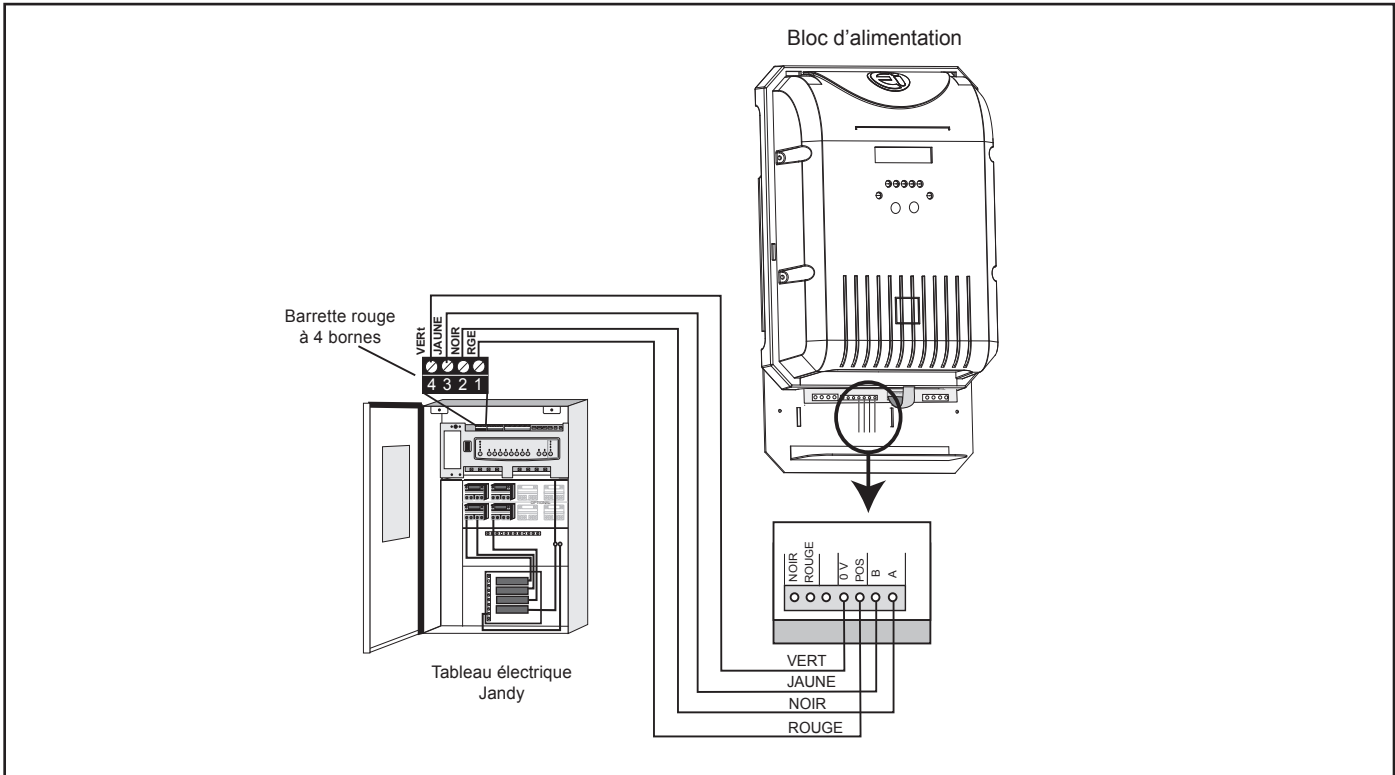

Figure 21. Raccordement de communication entre le bloc d'alimentation et le système de commande AquaLink RS ou le réseau PDA.
7. L'AquaLink® RS ou ADP de Jandy® et le bloc d'alimentation utilisent une connexion à quatre (4) fils pour communiquer et peuvent être reliés en étant éloignés jusqu'à un maximum de 500 pi de distance. Tout câble à quatre conducteurs prévu pour l'utilisation à l'extérieur, de calibre minimal de 0,33 mm² (calibre 22), peut être utilisé. Repérer les bornes à vis sur la carte de circuit imprimé et relier le bloc d'alimentation au AquaLink RS ou à la barrette à bornes rouge à 4 broches de l'ADP (Voir Figure 21).